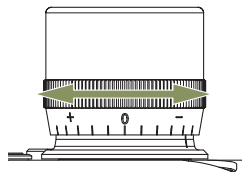

Abb. 10
3. Drehen Sie nun den Dioptrienausgleich am rechten Okular, bis das Auge völlig klar und scharf sieht, siehe Abb. 10.